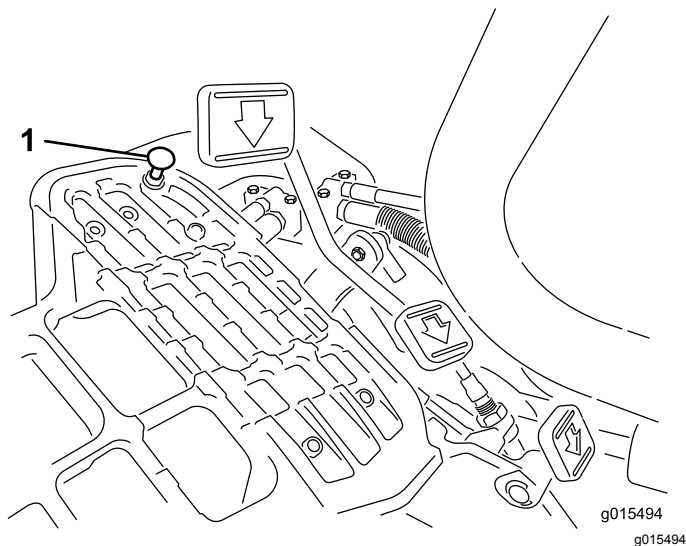

图47
要获得最大行驶速度请将功能控制杆放在行驶位置并踩下驱动踏板。如果在拉线感到张紧力之前踏板接触到限位器**图47**请执行以下调节程序
1. 将功能控制杆放在行驶位置松开将踏板限位器固定至底板上的锁紧螺母**图47**。